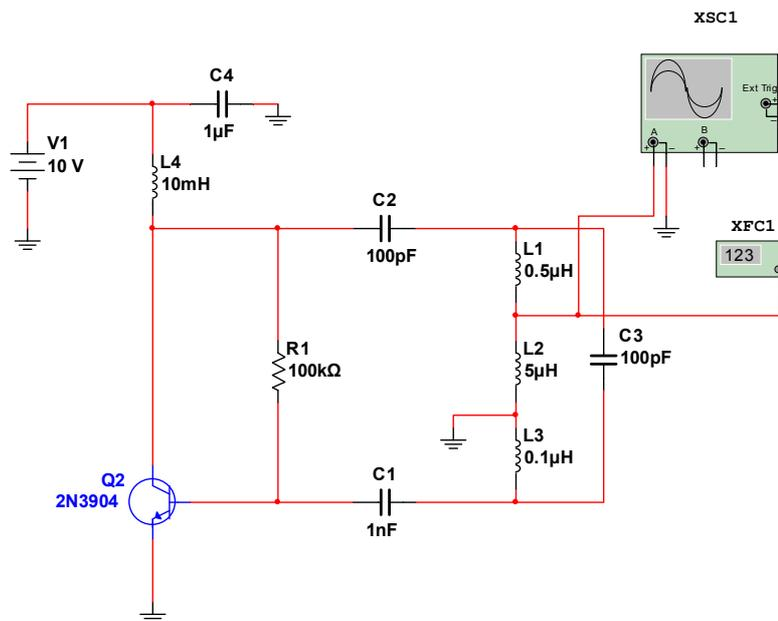

Рис. 17
2. Соберите модель цепи (Рис.17).